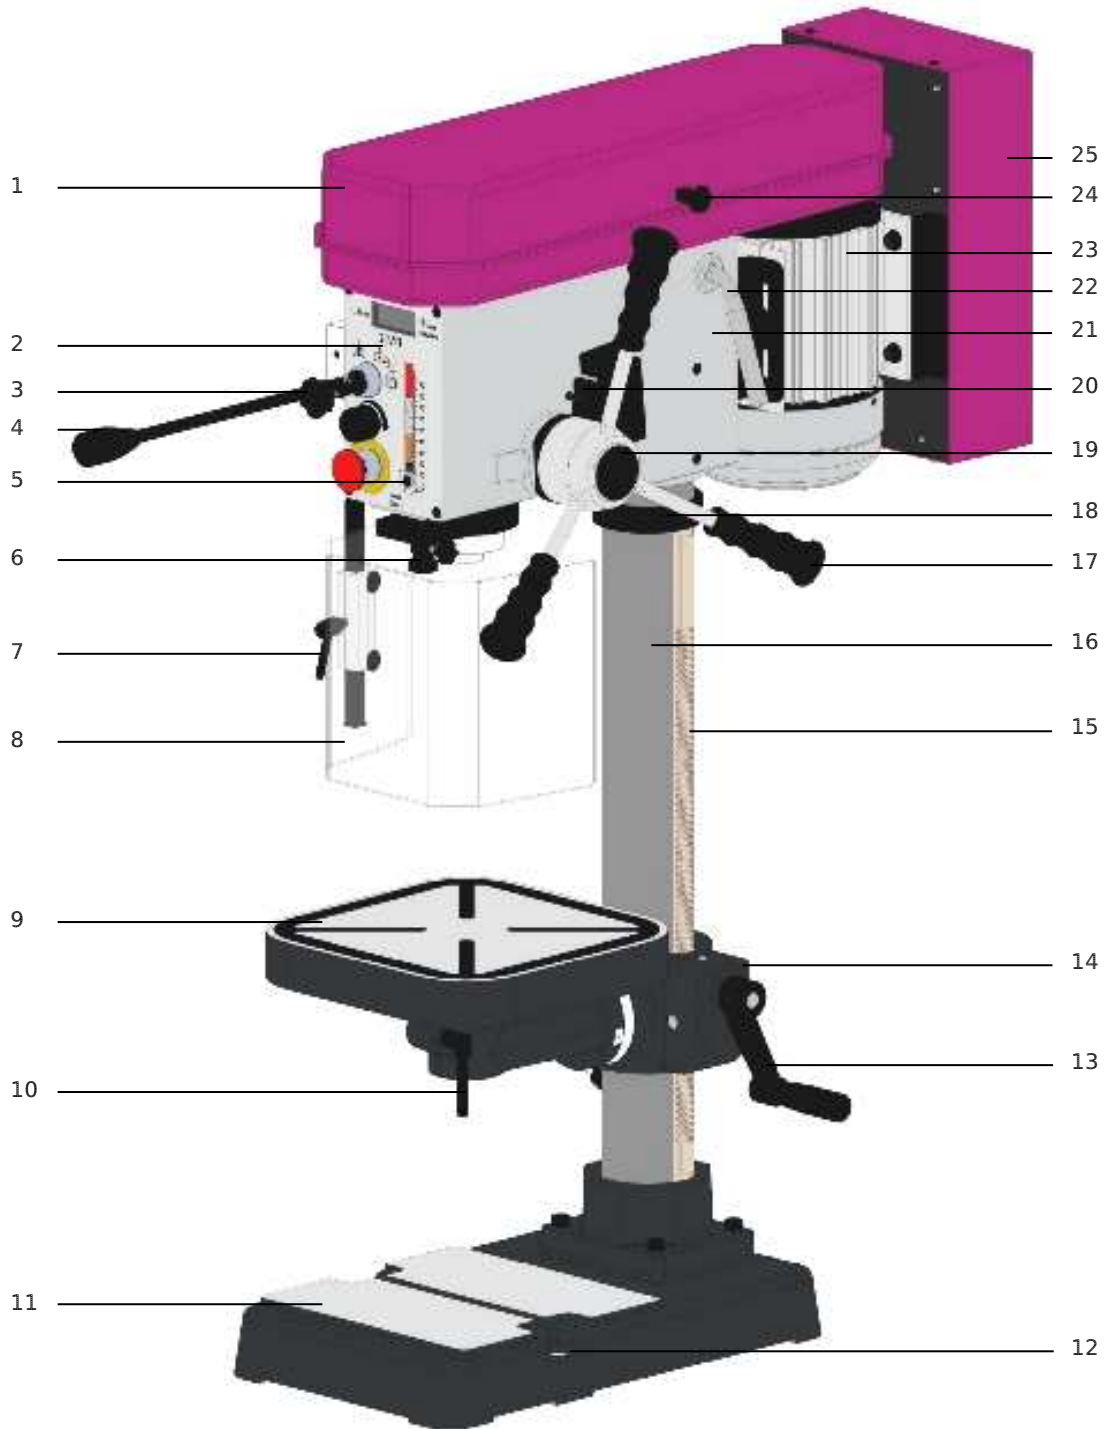

Figure 1
Prévoir des trous de fixation en correspondance des points de fixation scellement base (12 fig.1) et procéder à la fixation.
1. Remettre la manivelle « montée/descente » de table avec sa poignée (13 fig.1) sur l'axe du pignon du collier support de table dans le bon sens et serrer la vis de serrage de la manivelle contre la partie plate de l'axe du pignon (A).
2. Les bras de cabestan (17 fig.1) doivent être correctement installés pour la descente de broche :
- Visser les bras de cabestan sur le cabestan (B) et serrer.
3. Installer la poignée avec la vis (24 fig.1) sur le capot-poulies (1 fig.1) (desserrer préalablement la vis de sécurité d'ouverture capot-poulies).